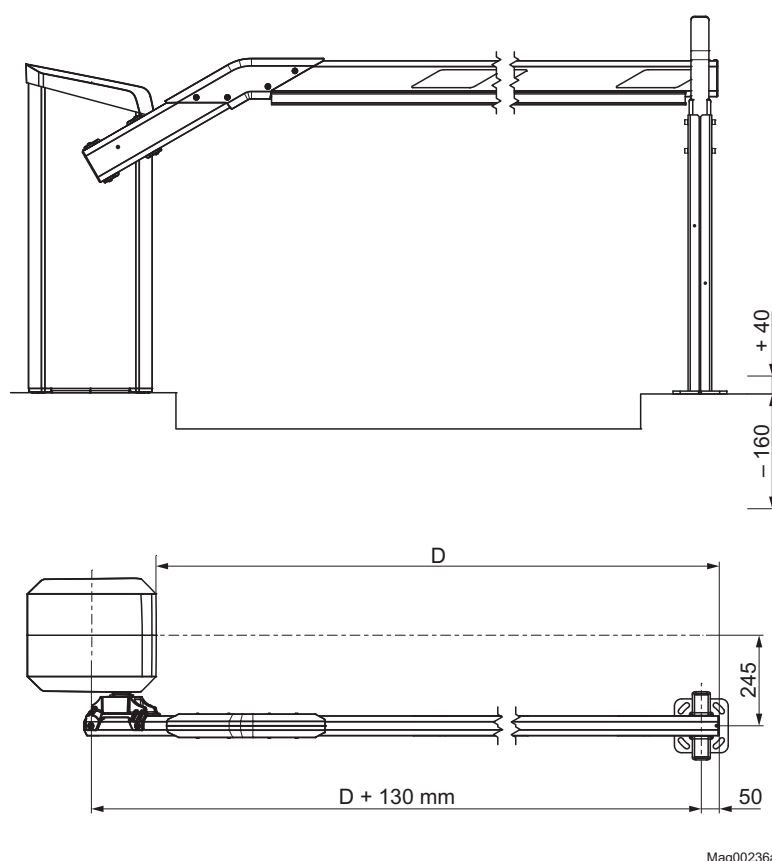

Abb. 18: Abmessungen Schrankengehäuse – Pfosten
- Mitte Pfosten mit einem Abstand von 50 mm zur Schrankenbaumspitze platzieren. → Siehe Seite 56, Abb. 18.